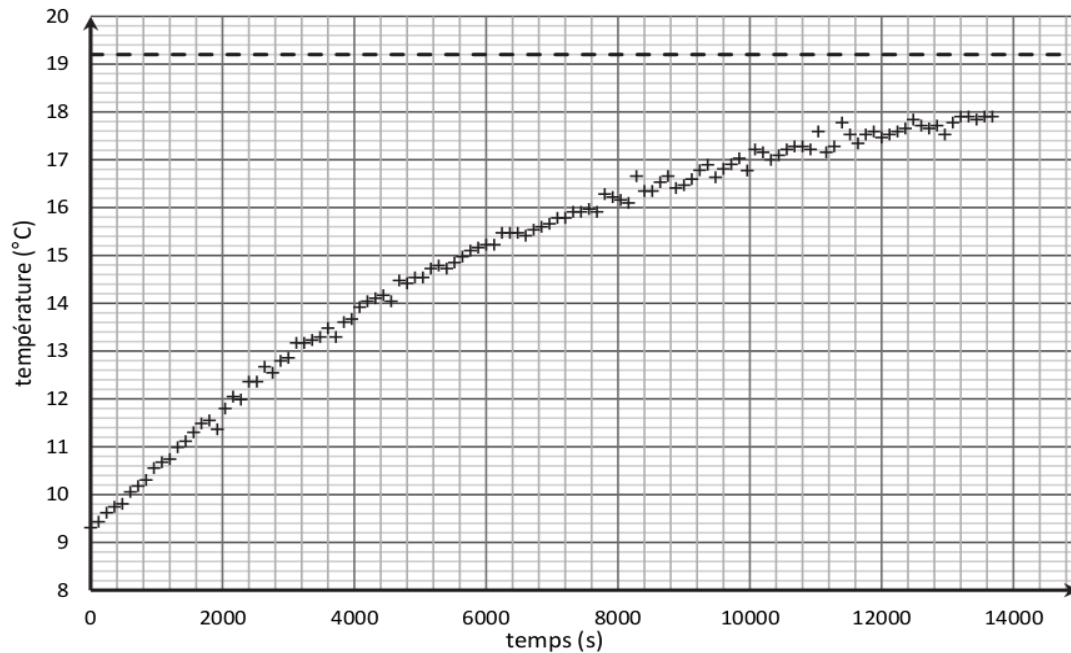

Figure 2. Mesures expérimentales de la température du bloc de tomme
Une sonde thermique est insérée au cœur du bloc, la température est enregistrée toutes les deux minutes ; les résultats expérimentaux sont donnés figure 2.
**Q2.** Vérifier à l'aide des équations (1) et (2) que  $\tau = \frac{m \times c}{h \times S}$ . Donner la signification physique et l'unité de cette grandeur.
**Q3.** À l'aide de la figure 2, estimer, en explicitant la méthode, une valeur expérimentale de  $\tau$ , notée  $\tau_{\text{exp}}$ .